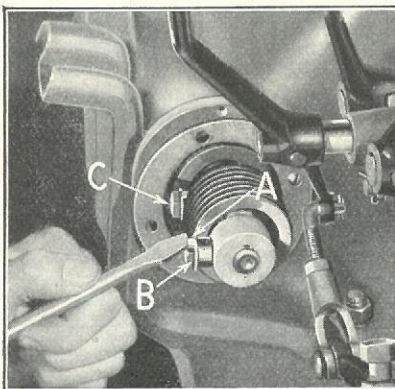
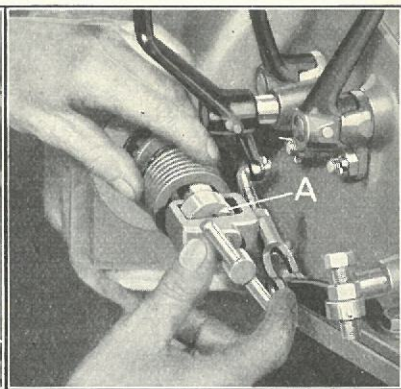
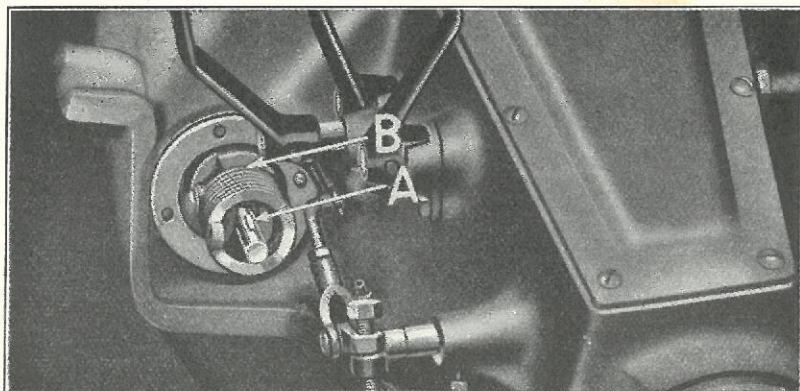

Fig. 444
Fig. 445
Fig. 446
- 895** Hvis Bendixfjederen er knækket, fjernes den ved at trykke paa Fjederstøtten (Fig. 444-A) og skruer Skruen »B« ud. Fjederstøtten »C« udtages paa samme Maade.
896 Hvis Fjederen er i Orden, men Hjulet eller Akslen er knækket, skrues Fjederstøtten (Fig. 444-B) ud, hvorefter Bendix-Hovedet aftages ved at trække det af Startmotorakslen. Hvis Hovedet sidder fast, kan det aftages med en Aftrækker (Fig. 445-A).
897 Fjern Bendix-Kilen fra Startmotorakslen (Fig. 446-A). Hvis Kilen sidder fast paa Akslen, kan den fjernes ved Hjælp af Dorn og Hammer. Bendixaksel, Tandhjul og Fjederen »B« kan nu trækkes af Selvstartermotorens Aksel. Fjederen fjernes derefter fra Bendixakslen ved at skru Fjederskruen (Fig. 444-C) ud.